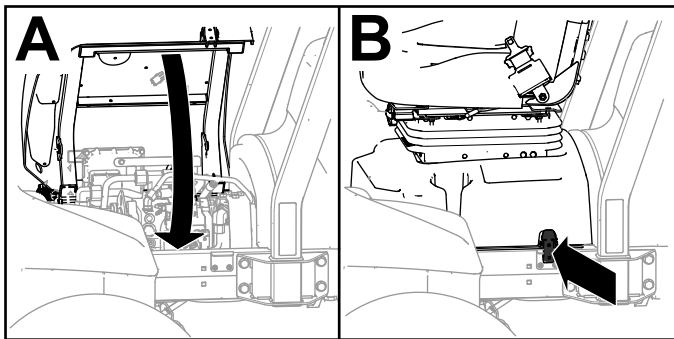

**Bild 135**
3. Ersetzen Sie die defekte Sicherung (Bild 135) durch denselben Sicherungstyp und denselben Amperewert.